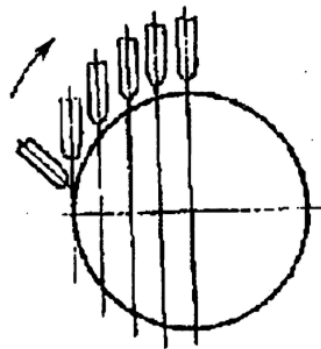

Рис. 53. Розташування різача при різанні круглих заготовок
**Розташування різаків при різанні заготовок круглого перерізу показано на рис. 53.**